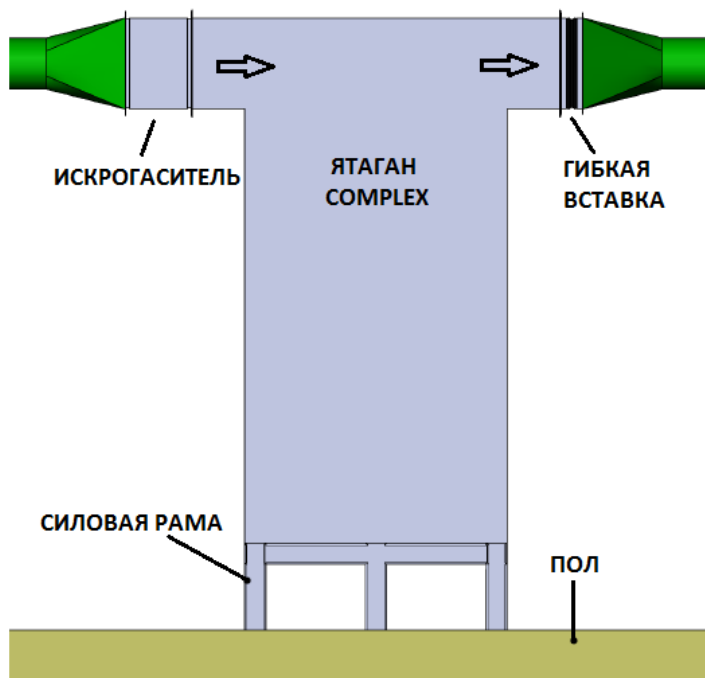

Рис. 3. Установка на силовую раму
- ф. Газоконвертор устанавливается на пол на силовую раму с ножками (Рис. 3)